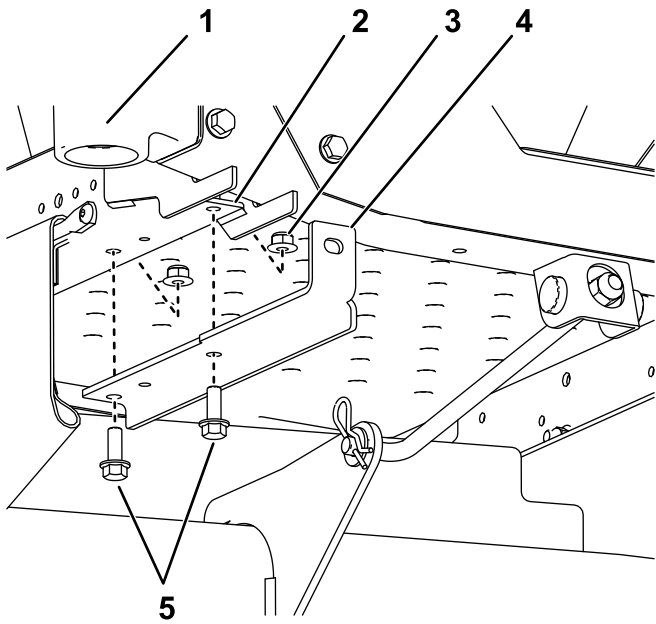

図 4
1. フレームの下にウェイト用ブラケットを取り付けるボルト $\frac{3}{8}$  x 1"2本とロックナット $\frac{3}{8}$ "2個を使用して図 4 のように取り付ける。